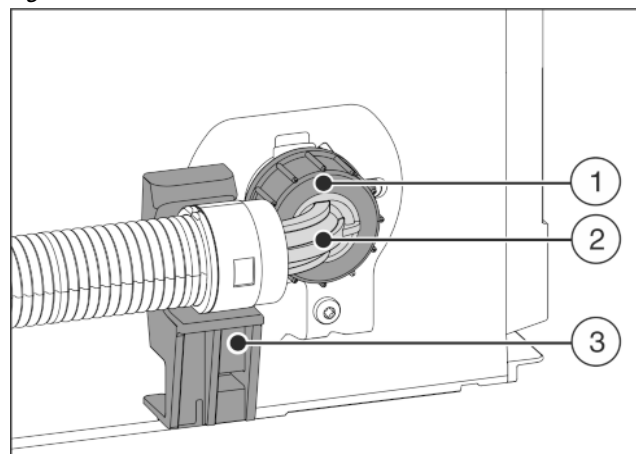

Fig. 21
- ▶ Zahnutý konec hadice Fig. 21 (2) umístěte vodorovně na držák Fig. 21 (3) a přidržte.
- ▶ Rukou našroubujte matici Fig. 21 (1) na závit, až dosáhnete bezpečného a pevného usazení.